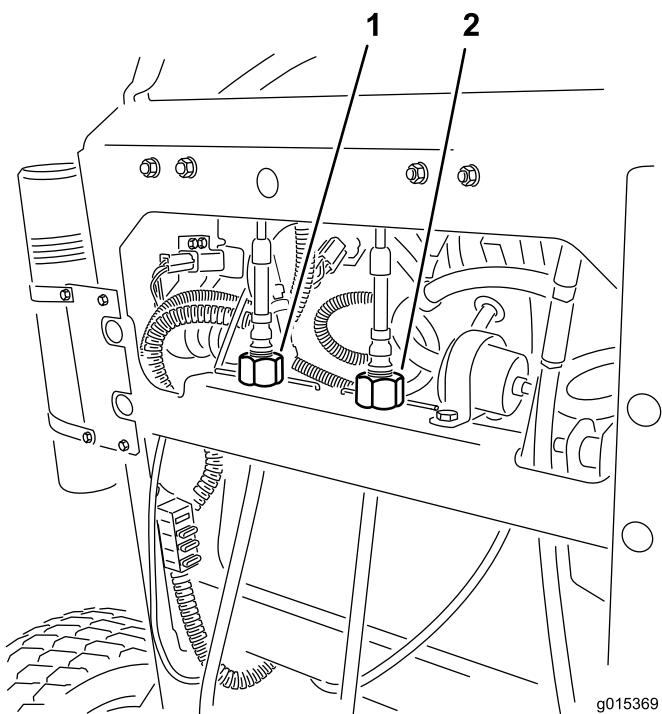

Figura 20
- Ruotate il dispositivo di regolazione del cavo sinistro in modo da collocare la leva di controllo del movimento sinistra in linea con la leva di controllo del movimento destra. In questo modo la velocità della ruota sinistra si allineerà quasi perfettamente a quella della ruota destra (Figura 20).